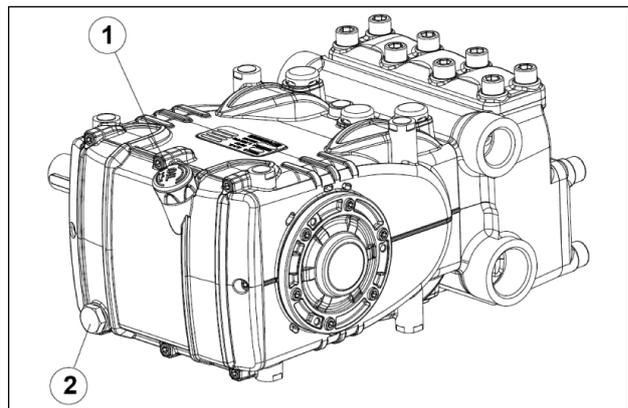

图 3
通过油位尺 ①，图 3。
正确的油位检查必须在泵处于室温时进行，换油必须在泵处于工作温度时进行，首先拆除油位杆（部件号 ①），随后拆除塞子（部件号 ②，图 3）。
使用温度探头插入放油塞（部件号 ② 图 3）。